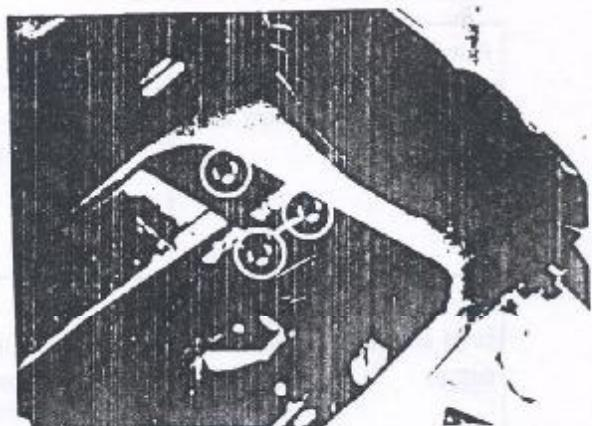

Figura 4.19.2 - Fixação do conjuntos dos rolamentos.
2. Remover as porcas e arruelas de fixação do conjunto dos rolamentos da coluna ao suporte da coluna, e remover o conjunto (Figura 4.19.2).